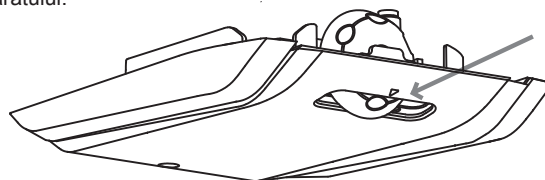

Fig. 1
- Termostatul care asigură controlul temperaturii este amplasat în interiorul compartimentului de refrigerare (Fig. 1). Rotiți butonul termostatului dincolo de poziția „0”. Lumina din interiorul frigiderului se aprinde atunci când deschideți ușa.